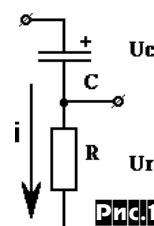

Рис.1
Теория. Суть прибора - измерение напряжения на выходе дифференцирующей цепи, **рис. 1.**
рис. 1. На элементах микросхемы DD3.6, DD3.5 собран простейший задающий генератор. Многопозиционный переключатель SA4 служит для выбора частоты задающего генератора, который должен перестраиваться при помощи конденсаторов C* (1 мкФ -30 пФ) в пределах 0 - 8 МГц, а переменный резистор R2 - для плавной регулировки. Элемент DD3.4 формирует фронты сигнала на входе С (12) внутреннего регистра ЦАП [1], который в свою очередь уменьшает время формирования выходного сигнала. На микросхеме DD1 собран счетчик адреса. С вывода 9 DD1 через элемент DD3.3 поступает сигнал, равный по частоте выходному (для частотомера). Переключатели SA1, SA2 предназначены для выбора формы выходного сигнала, которые запрограммированы в ПЗУ DD2. Максимальная выходная частота генератора определяется в основном быстродействием ПЗУ, которая для 556PT5 составляет примерно 8 МГц, поэтому максимальная выходная частота составляет 8 МГц / 128 ступеней = 60 кГц. Резисторы R15 - R21, R22 - R28 служат для ускорения установления сигнала. На резисторе R10 и стабилиторе VD1 собран параметрический стабилизатор опорного напряжения ЦАП. Переключатель SA3 осуществляет инверсию выходного сигнала генератора. Переменный резистор R11 сдвигает выходной сигнал относительно нуля. Усилитель выходного сигнала собран на быстродействующем ОУ DA1. Для регулировки уровня выходного сигнала применен переменный резистор R3. Для большего диапазона регулирования нужно применить ступенчатый аттенуатор.
Примечание редакции. Правый (по схеме рис. 1) вывод выключателя SA3 (общая точка ряда выводов DA2) рекомендуем соединить с шиной +5 В через резистор сопротивлением порядка 10 кОм, а параллельно C1 и C2 включить блокировочные неэлектролитические конденсаторы емкостью 0,01...0,033 мкФ.